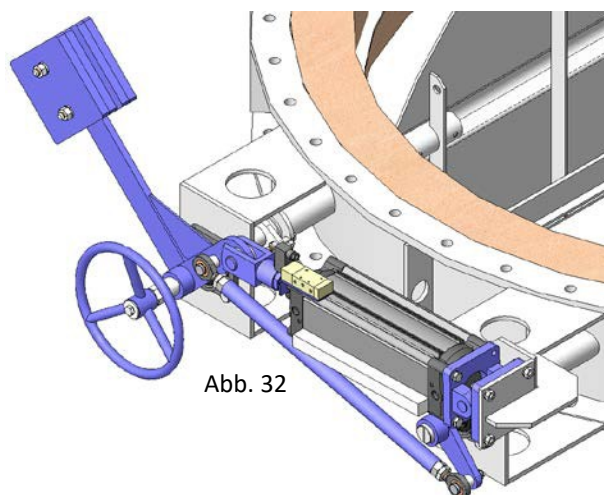

Abb. 32
- Manuelle Notfallantriebe (Abb. 32)
- **Manueller Notfallantrieb** Erlaubt das manuelle Betätigen der Jalousieklappe bei Strom- oder Luftausfall (Abb. 32).